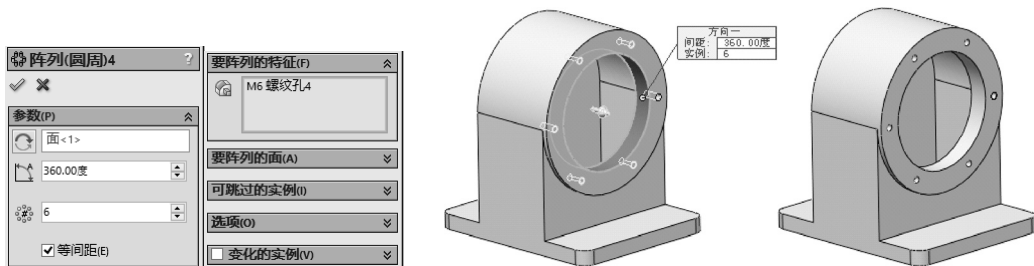

图 3-117 孔的阵列效果
STEP 5 单击“特征”工具栏中的“圆周阵列”按钮，设置阵列个数为 6 个，阵列角度为 360°，选择轴承孔圆柱面的轴为阵列轴，选择 **STEP 4** 创建的孔特征为阵列特征，执行阵列操作，阵列出此处的所有螺栓孔，如图 3-117 所示。